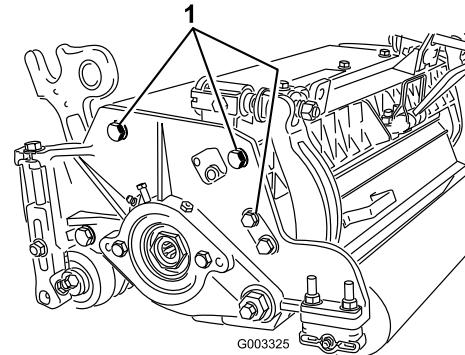

**Figure 10**
1. Réglez les supports du rouleau arrière (Figure 10) à la plage de hauteur de coupe voulue en positionnant le nombre correct d'entretoises sous le rebord de la plaque latérale (Figure 10) en vous reportant au tableau des hauteurs de coupe.